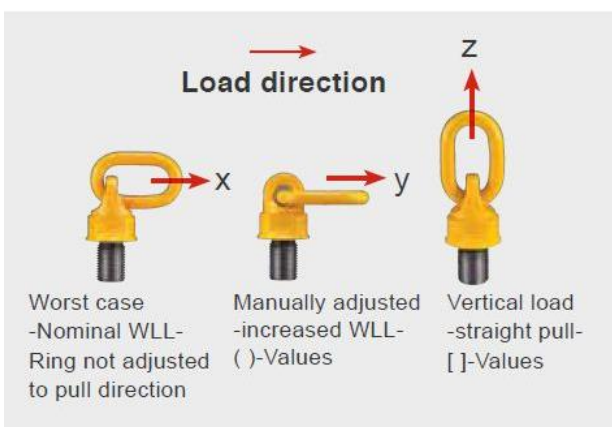

Abbildung 1
- Der Hakenkörper muss um 360° drehbar sein und muss vor dem Gebrauch in die erlaubte Zugrichtung ausgerichtet werden. (siehe Abbildung 1)